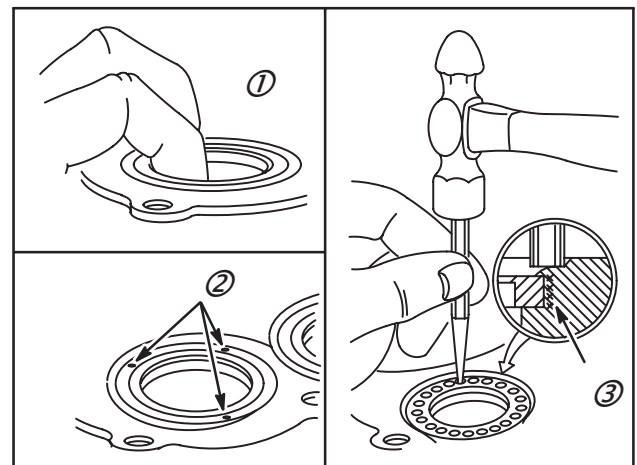

Fig. 16
5. Enfoncer le nouvel insert à fond. Le dessus de l'insert doit être légèrement en dessous de la surface du joint de culasse. Un siège lâche peut être tourné ou monter/descendre. Vérifier avec un jeu de cales (1). Utiliser un poinçon de centrage pour introduire l'insert en trois points équidistants (2), Fig. 16.
6. Utiliser un poinçon plat pour marteler le bord de sorte que le métal soit aplati tout autour de l'insert (3), Fig. 16.